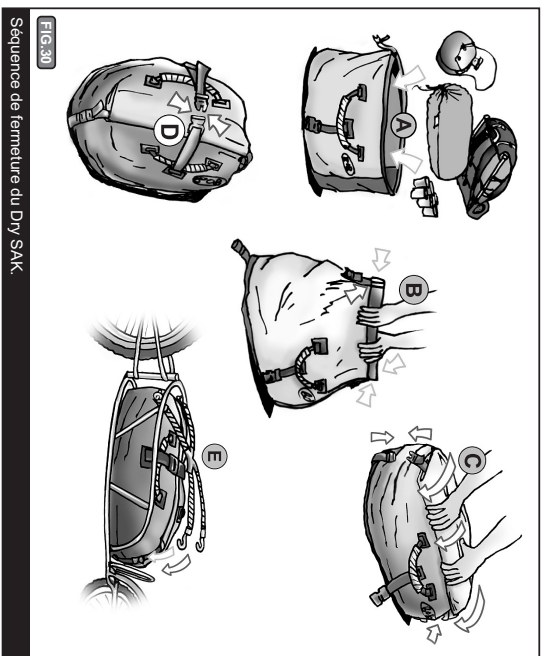

FIG. 30 Séquence de fermeture du Dry SAK
- B)** Ramenez les bandes de plastique noir ensemble, vers le rebord du SAK, Fig. 30.